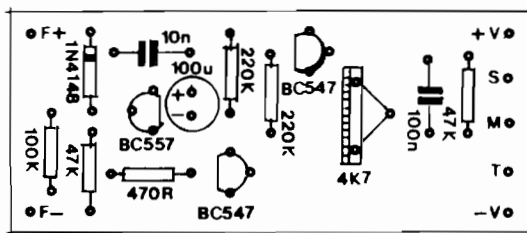

Fig.3
- FIG. 3 - "CHAPEADO" DA MONTAGEM (VERSÃO "A" - TERRA NEGATIVO) - Embora a placa seja absolutamente idêntica para ambas as versões básicas, o mesmo ocorrendo com o posicionamento geral dos componentes, o mesmo não ocorre com seus códigos individuais de transístores, polaridade de diodos, eletrolítico, ligações à linha telefônica e alimentação... Assim, na FIG. 3 temos o lado não cobreado da placa, especificamente para a versão A ("terra" NEGATIVO...). Observar cuidadosamente a orientação e os códigos dos transístores, posição do diodo, polaridade do capacitor eletrolítico e valores dos demais componentes (resistores e capacitores comuns, não polarizados...). Notar também as codificações atribuídas às ilhas/furos nas bordas da placa, destinados às conexões externas (cujo detalhamento visual será feito em figura mais adiante...). Em dúvida, consultar o TABELÃO APE quanto à identificação de terminais, polaridades e valores... Ao final, tudo deve ser conferido, para só então serem "amputadas" as sobras de "pernas" e terminais, pelo lado cobreado...